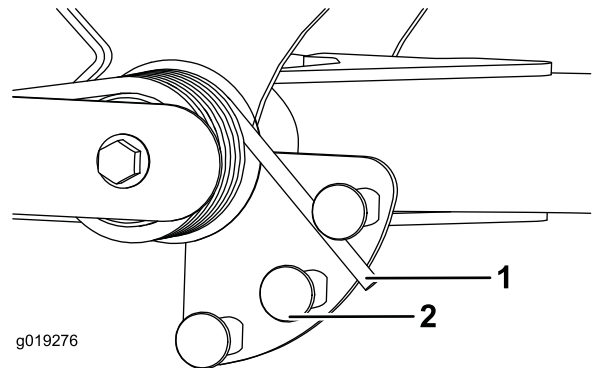

Bild 65
2. Stecken Sie ein Rohr oder ein ähnliches Objekt in das lange Federende und drehen Sie es um den Federaktuator in die gewünschte Stellung (**Bild 65**).